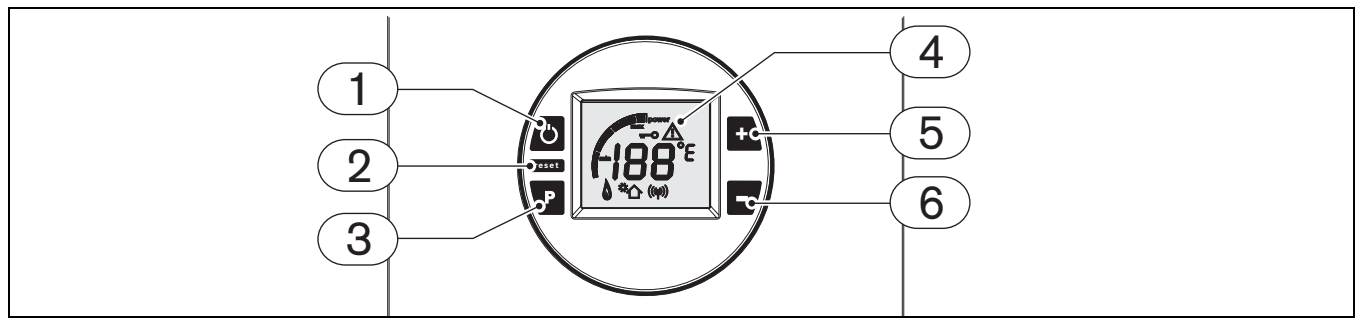

Рис. 4
Вимкніть апарат (Рис. 4, поз. 1).
- ▶ Натисніть та утримуйте натиснутою кнопку програмування (Рис. 4, поз. 3), натисніть вимикач живлення (Рис. 4, поз. 1), щоб увімкнути апарат.
- ▶ Натисніть кнопку вимикача (Рис. 4, поз. 1), щоб вимкнути апарат.